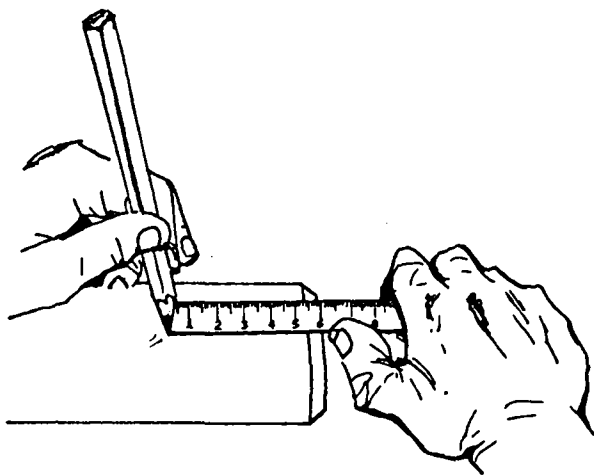

FIG. 2
2.º Passo – Marque o comprimento a ser limado (fig. 2).